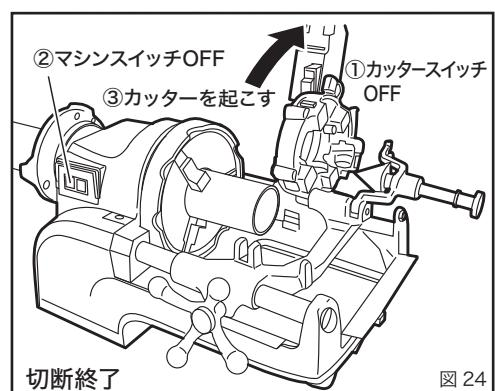

図 24
4. 切断終了 (図 24)
- ①カッターのスイッチを OFF にします。
- ②マシンのスイッチを OFF にします。
- ③刃物とパイプの回転が停止したのを確認してから、カッターを起こしてください。